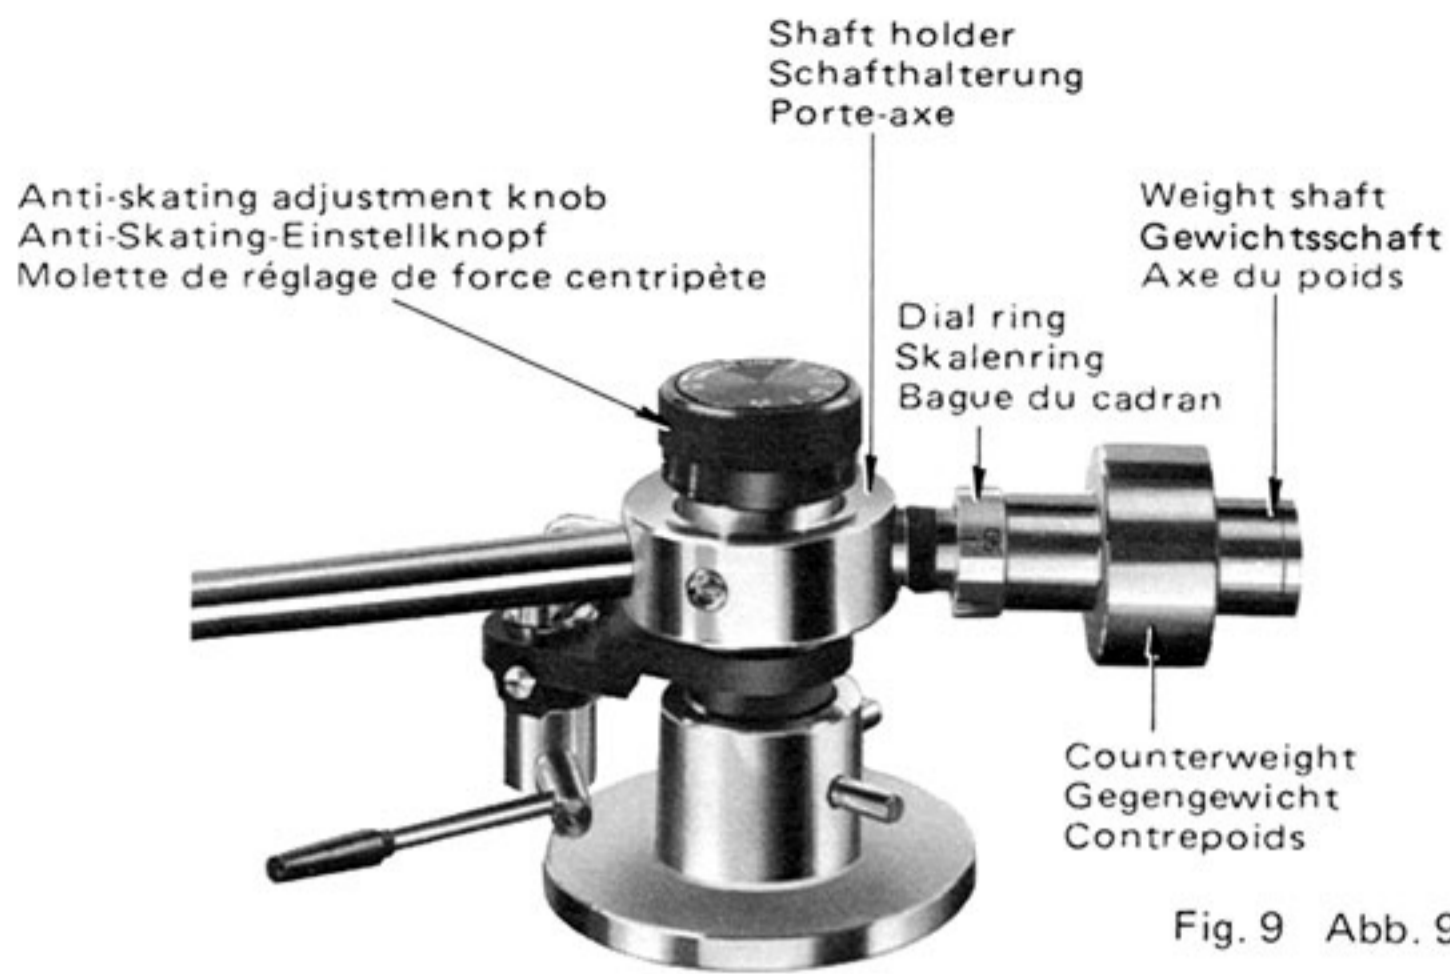

Fig. 9 Abb. 9
Tracking force adjustment (Fig. 9, 10)
- a) Slide the counterweight back and forth, then set at approximately the middle of the weight shaft. Adjust for zero balance by turning the weight shaft clockwise or counterclockwise. (Fig. 9)
Einstellung des Auflagedrucks (Abb. 9, 10)
- a. Das Gegengewicht hin- und herschieben und dann etwa auf die Mitte des Gewichtsschafts stellen. Die Null-Balance durch Drehen des Gewichtsschafts im Uhrzeiger- oder Gegenuhrzeigersinn einstellen. (Abb. 9)
Réglage de la force d'appui (Fig. 9, 10)
- a) Faire glisser le contrepoids en avant et en arrière, puis le régler approximativement au milieu de l'axe du poids. Pour régler la balance zéro, tourner l'axe du poids dans le sens des aiguilles d'une montre ou dans le sens inverse des aiguilles d'une montre. (Fig. 9)